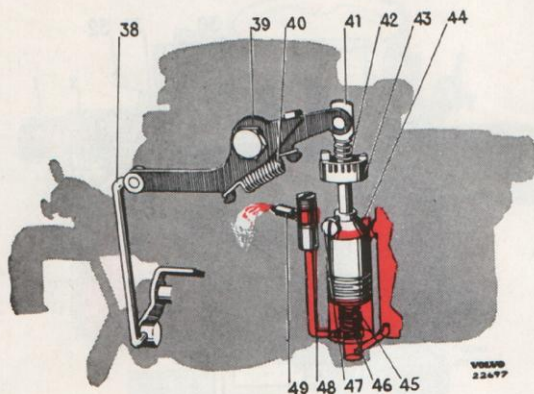

Bild 14. Accelerationspump.
Pumpkolven (44, bild 14), placerad i en cylinder som utformats vid sidan av flottörkammaren, påverkas vid nedpressning av en med fjädrande led försedd hävarm. Pumpkolvens slaglängd kan på grund härav lätt varieras genom vridning av en kamförsedd bricka (43), varvid främre delen av hävarmen stannar mot ett anslag, högre eller lägre beroende på brickans läge. Den sista delen av bakre hävarmsdelens rörelse upptas av fjädern (40) vid leden.